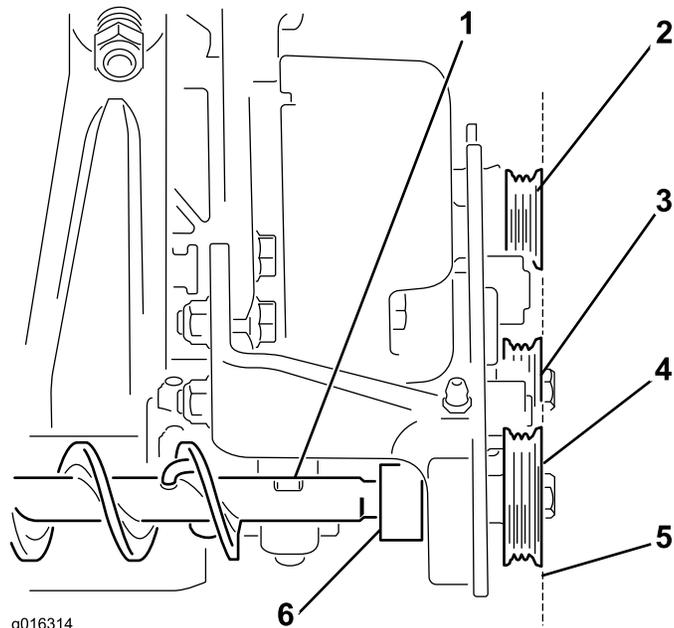

Figura 9
A. Alinhe a polia acionada com as polias intermédia e de transmissão movendo a escova do rolo para trás e para a frente entre os apoios esquerdo e direito; consulte a Figura 9.